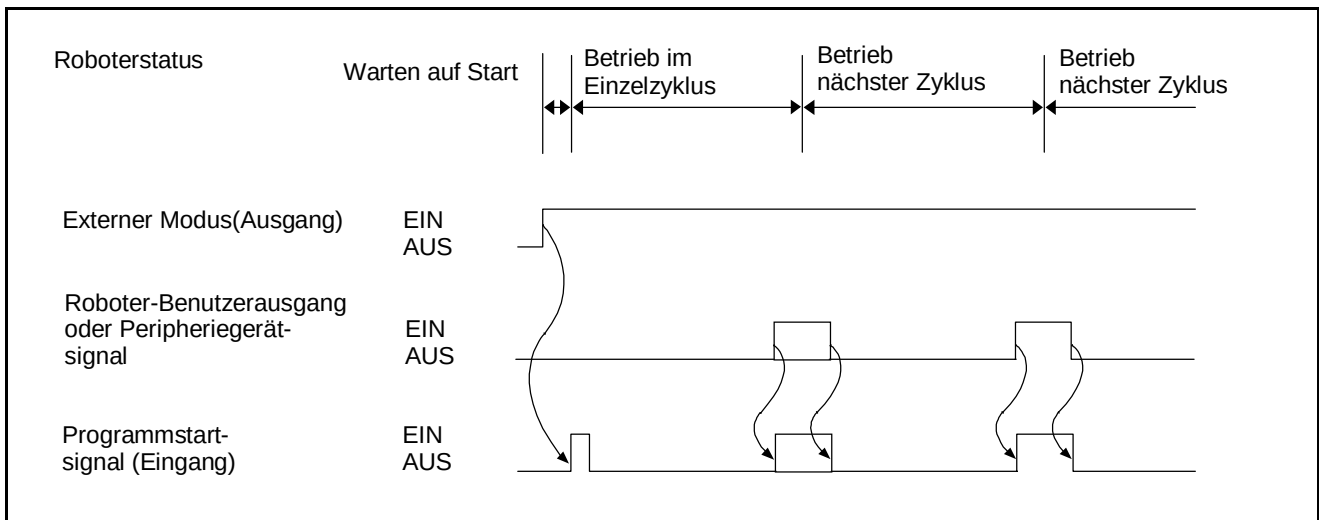

Abbildung 5-42 Beispiel zum Zeitverhalten des Signals "Programmstart" (fällt ab) - 2
- b) Abbildung 5-42 zeigt, wie das Programmstartsignal mit Hilfe von Benutzerausgängen des Roboters oder mit Signalen der Peripheriegeräte angelegt wird.